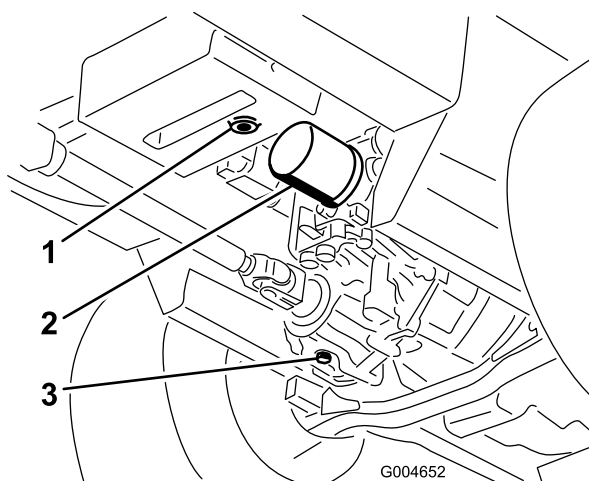

Figure 64
bouchons pour vidanger tout le liquide hydraulique (Figure 64).
4. Nettoyez la surface autour du filtre à huile hydraulique et enlevez le filtre (Figure 64).